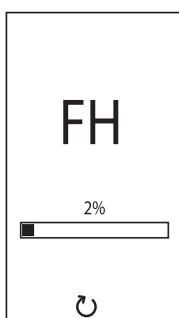

Рис. 8. Выпуск воздуха
- В течение последующих 20 секунд на дисплее высвечивается символ «FH», обозначающий цикл стравливания воздуха из системы отопления при работающем вентиляторе (рис. 8).